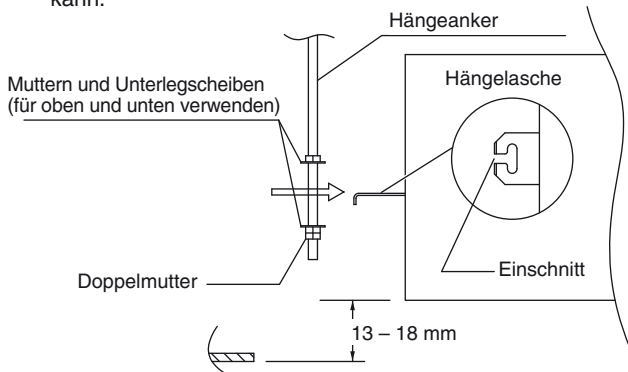

Abb. 3-5
- (3) Die drei Sechskantmutter (im Fachhandel erhältlich) und die beiden Unterlegscheiben (mitgeliefert) auf jeden der vier Hängeanker schrauben. (Abb. 3-5) Je eine Mutter und eine Unterlegscheibe für die obere Seite, und zwei Muttern und eine Unterlegscheibe für die untere Seite verwenden, damit die Einheit nicht von den Hängevorsprüngen abrutschen kann.